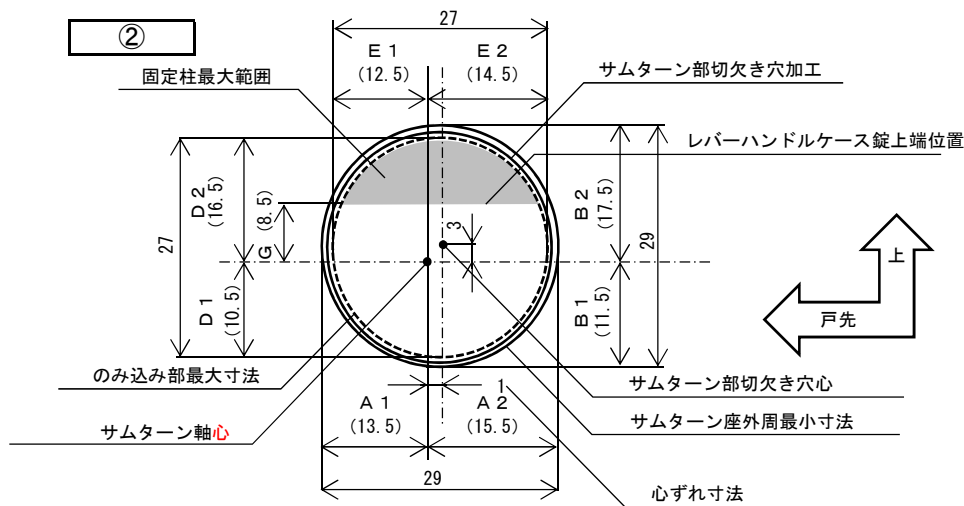
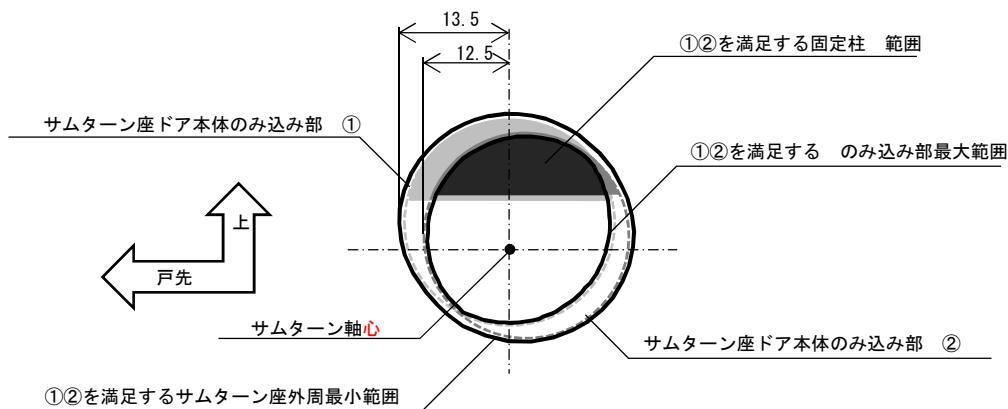

図2-サムターン座の寸法基準
図3-①②を満足する部品イメージ
サムターン座の形状は任意とするが、サムターン座外周最小寸法、並びに、のみ込み部最大寸法、及び固定柱の最大範囲・形状を図2に規定し、①に表1の①を、②に表1の②を図示する。
- ・サムターン座の寸法は、サムターン部切欠き穴加工を隠ぺいでき、又、のみ込み部がサムターン部切欠き穴加工と干渉せずに取り付可能であることを前提とし、かつ、ドア本体の切欠き加工寸法の公差 $\pm 0.5\text{mm}$ を考慮し、図2の通り、それぞれ1mmの余裕を含む寸法規定とした。
- ・CjK部材基準書”010内部レバーハンドルケース錠”に対応し、2パターンに分け標準化している。今後、新規に設計する際は、図3に示すイメージの通り、①②両方を満足する設計寸法とすることが望ましい。
- ・図2、図3の”サムターン軸心心”を”サムターン軸心”に改訂した。